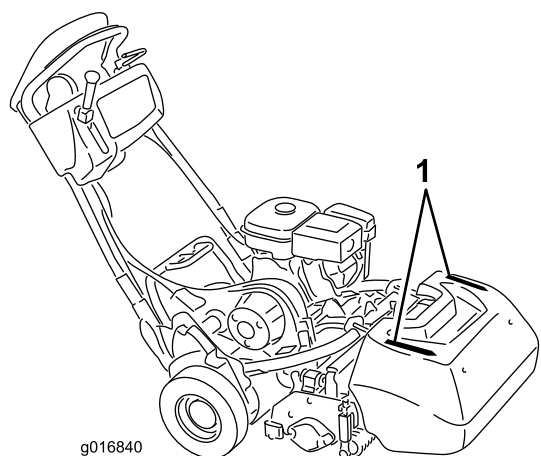

Figura 31
- Per realizzare una linea retta attraverso il green e mantenere la macchina equidistante dal bordo del taglio precedente, usate le strisce di allineamento previste sul cesto (Figura 31).